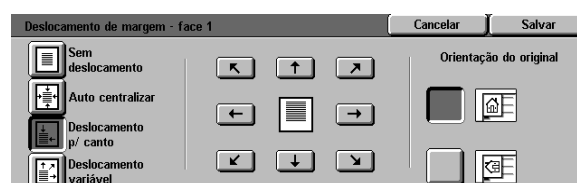

Figura 23: tela Deslocamento de margem com Deslocamento de canto selecionado
- 3 Toque no ícone Deslocamento de canto para exibir a tela de detalhes Deslocamento de canto, conforme ilustrado na Figura 23.